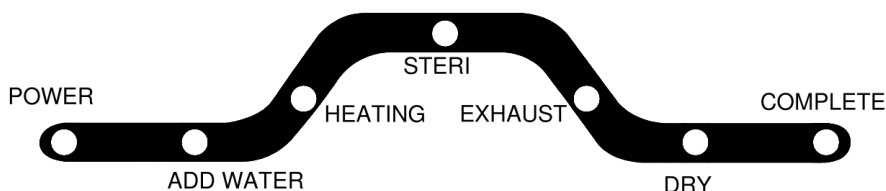

Figura 15
D. Presione el botón **START** y el esterilizador correrá de forma automática a través del programa seleccionado. El progreso actual del ciclo de esterilización se indica mediante el encendido de la luz LED en el indicador estado de proceso. (Figura 15)